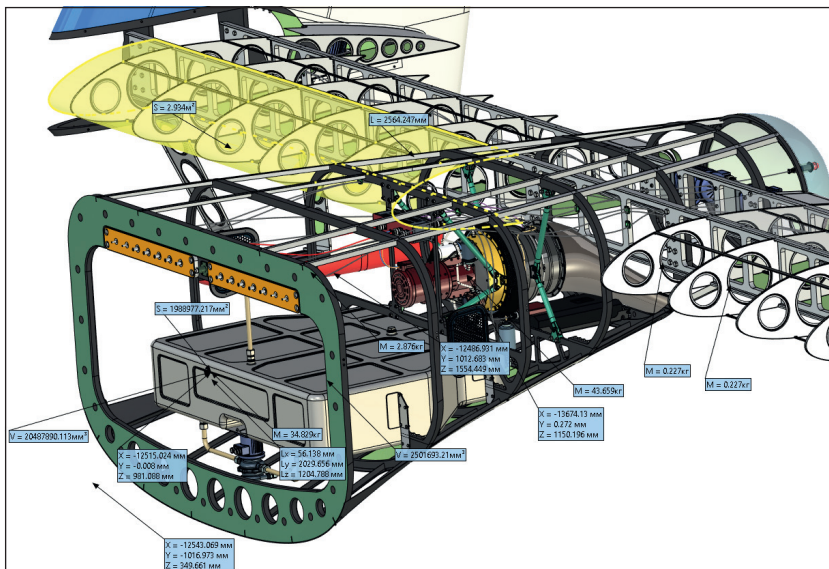

Рис. 9. Использование меток при измерении сборочного узла
- Инструмент измерений выведен на новый уровень функциональности (рис. 9):